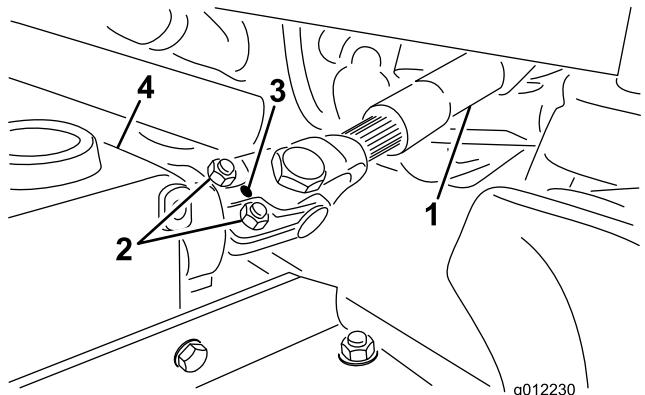

Figura 6
- Deslize o veio macho da tomada de força ao veio fêmea da tomada de força (Figura 6). Alinhe os furos de montagem no veio de entrada da caixa de engrenagens com os furos no veio da tomada de força e deslize-os em conjunto.
- Prenda com um pino de segurança (Figura 6).
- Aperte os parafusos e as porcas (Figura 6).